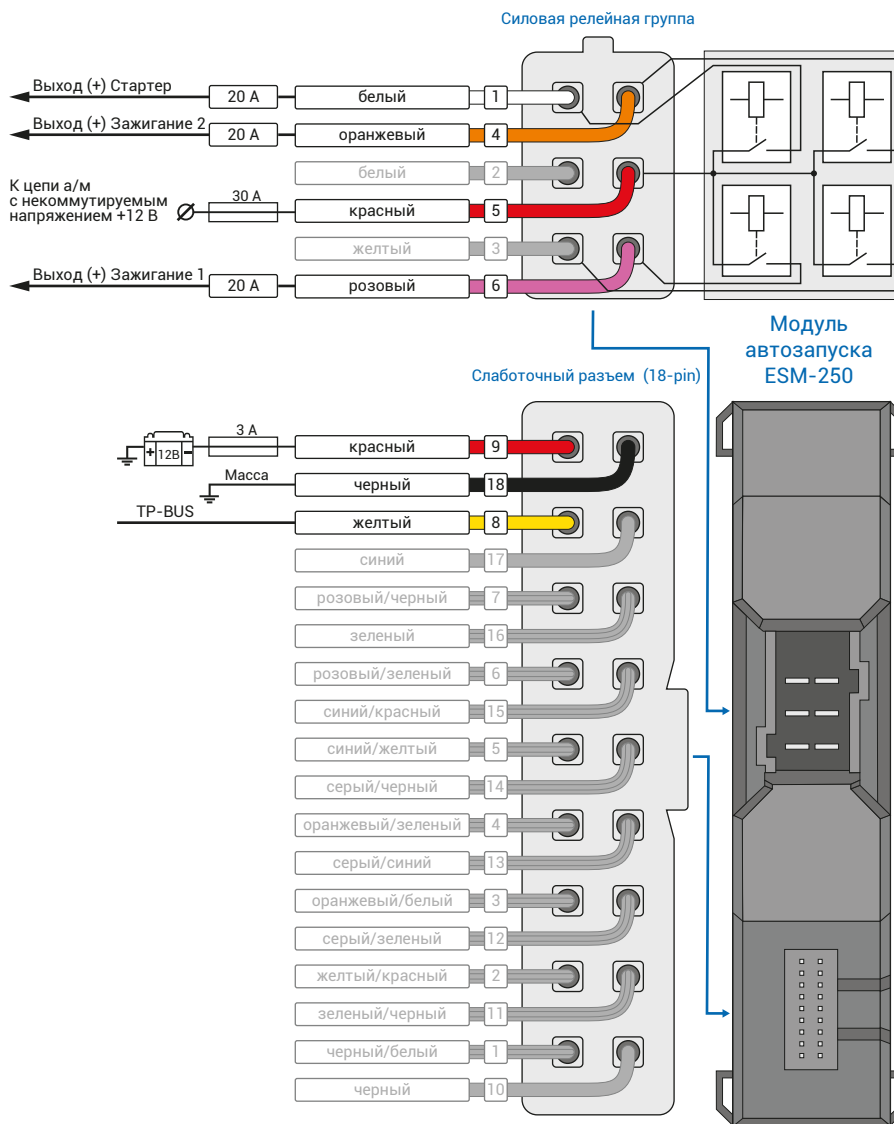

Рис.3 Подключение модуля автозапуска ESM-250
2. Подключите модуль автозапуска ESM-250 – выводы модуля, которые требуется подключить выделены на рис. 3. Подключение производится в сером разьеме блока Keyless за перчаточным ящиком (см. рис. 5, 6).